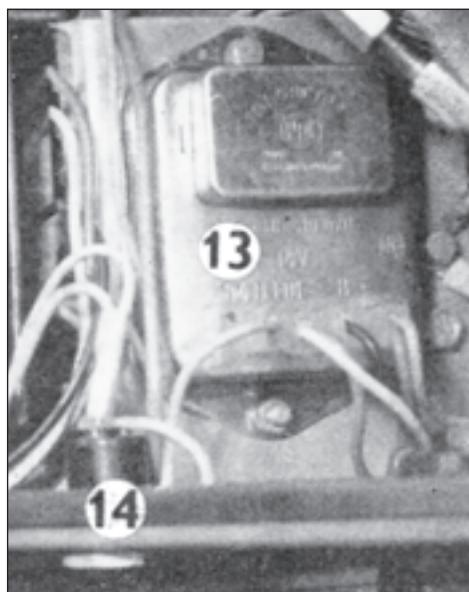

Fig. 15
13. Relais de régulation (fig. 15).
14. Prise de courant pour la lampe de visite (fig. 15).